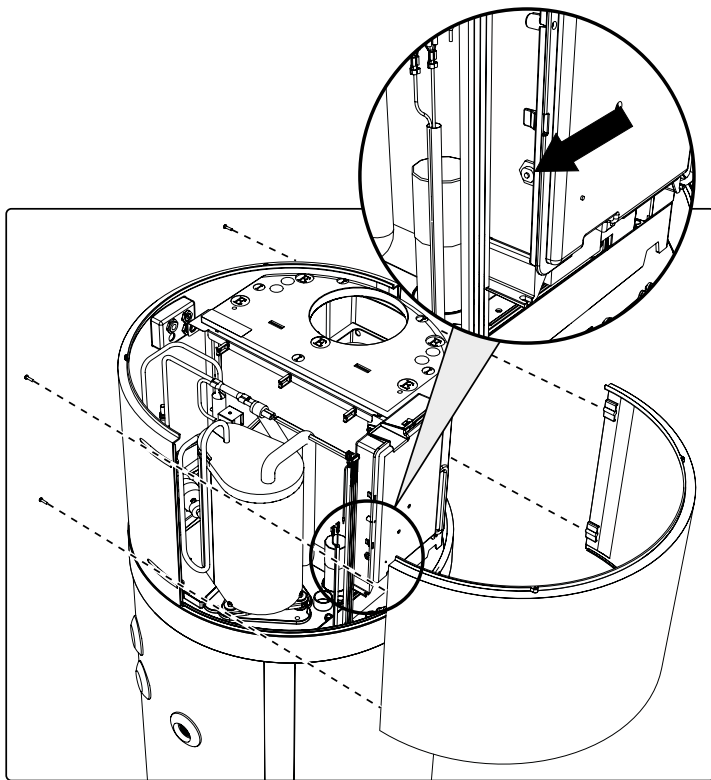

fig. 77- Remoção do painel frontal
- Remova o painel frontal e reponha manualmente o termóstato de segurança acionado (fig. 77). No caso de intervenção, o pino central do termóstato fica saliente aprox. 2 mm.